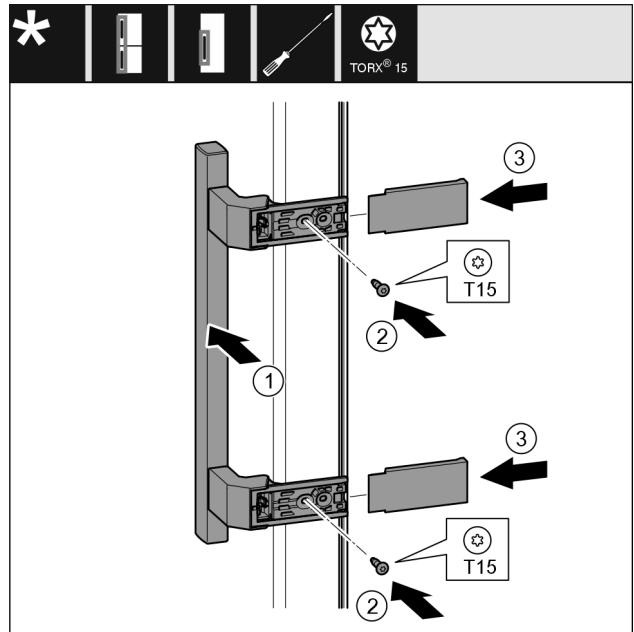

Fig. 9
- Placer la poignée du côté opposé. Fig. 9 (1)
- Serrer les vis au moyen d'un tournevis T15. Fig. 9 (2)
- Placer les recouvrements latéralement et les faire glisser. Fig. 9 (3)